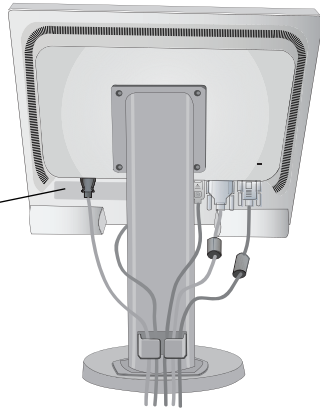

Figure B.2
5. Insérez le câble de signal vidéo et le cordon d'alimentation dans les trous du socle, comme illustré par les **Figures B.2/B.3**.